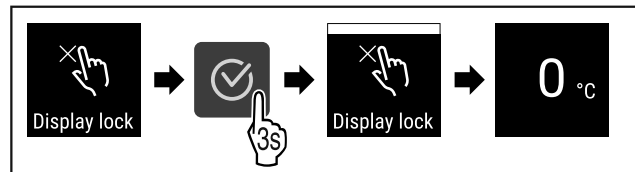

Fig. 67
- ▶ Изпълнете стъпките (виж Fig. 67) .